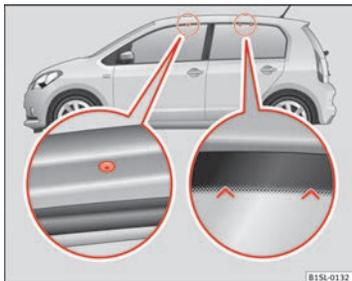

Abb. 70 Befestigungspunkte für Grundträger und Dachgepäckträger.
Die Bohrungen zur Befestigung vorn befinden sich an den Unterseiten der Dachholme und sind mit Kunststoffschrauben verschlossen ⇒ Abb. 70 (linke Lupe). Die Bohrungen sind nur bei geöffneter Tür sichtbar. Die Markierungen zur Befestigung hinten befinden sich oben auf den hinteren Seitenfenstern ⇒ Abb. 70 (rechte Lupe).
- Die Grundträger nur an den in der Abbildung gezeigten Markierungen befestigen ⇒ Abb. 70.